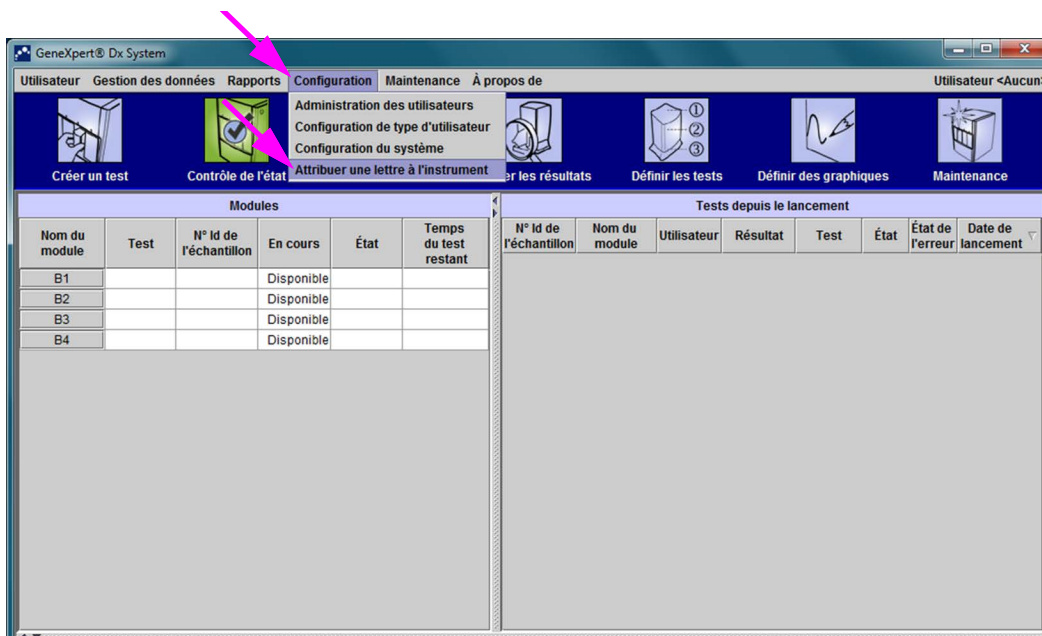

Figure 2-56. Fenêtre du système GeneXpert Dx avec le menu déroulant Configuration
4. Cliquez sur **Configuration** dans la barre de menus de la fenêtre du GeneXpert Dx System, puis sélectionnez **Attribuer une lettre à l'instrument**. La boîte de dialogue Attribuer une lettre à l'instrument s'affiche. Voir Figure 2-56. Dans le même temps, les DEL vertes des quatre modules constituant le quart sélectionné clignotent.